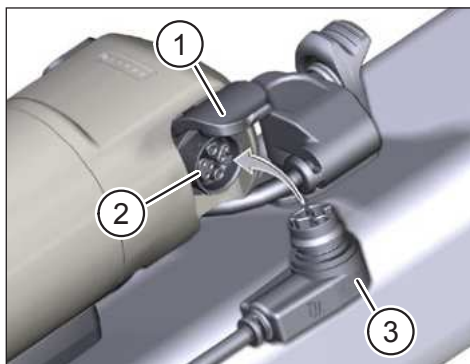

Fig. 3: Carga del extensor de rango
- Abra la tapa (Pos. 1 en Fig. 3) del puerto de carga del extensor de rango.
- Compruebe que los contactos del puerto de carga (Pos. 2 en Fig. 3) están libres de suciedad y límpielos si es necesario.
- Inserte el enchufe de carga (Pos. 3 en Fig. 3) del Charger en el puerto de carga del extensor de rango.